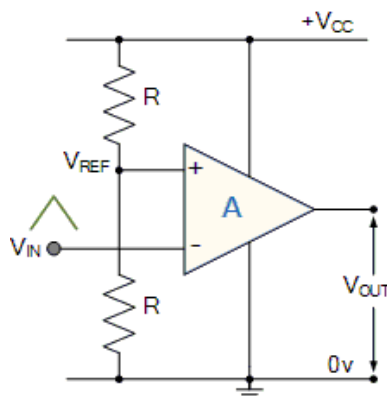

Figura 9: *Circuito con AOP en lazo aberto.*
1. Monta o circuito da Figura 9 na placa de inserción. Alimentaremolos unipolarmente entre $V_{cc} = 5\text{ V}$ e 0 V . Os valores das resistencias serán de $R = 1\text{ k}\Omega$.